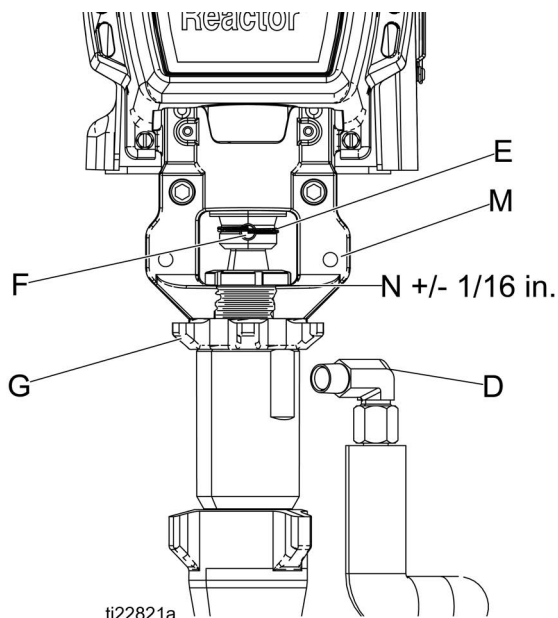

図 3
1. ロックナット (G) が平らな面を上にしてポンプにネジ止めされていることを確認してください。ピン穴が一列に揃うまでポンプをベアリングハウジング (M) にねじ込みます。ピン (F) を押し込みます。リターナーワイヤークリップ (E) を引き下げます。閲覧と組み立ての注記については、図 3 を参照してください。
2. 液体アウトレット (D) が鋼製チューブと揃い、トップスレッドがベアリング表面 (N) の +/- 2 mm (1/16 インチ) になるまでポンプをハウジング内にねじ込みます。
3. ノンスパーキングハンマーでしっかりと叩き、ロックナット (G) を固定します。
4. 液体インレット (C) とアウトレット (D) を再接続します。